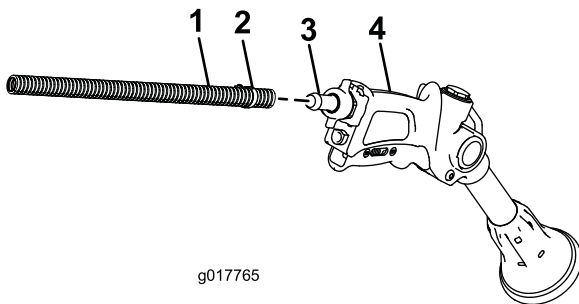

図 18
2. ホース長のもう一端をスプレーガンのフィッティングにつなぐ【図 18】。